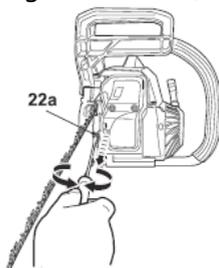

Fig. 9
- Tourner la vis de tension (22a) jusqu'à ce que les maillons d'attache de la chaîne touchent le bord inférieur du guide chaîne (13) (Fig. 9, 10).